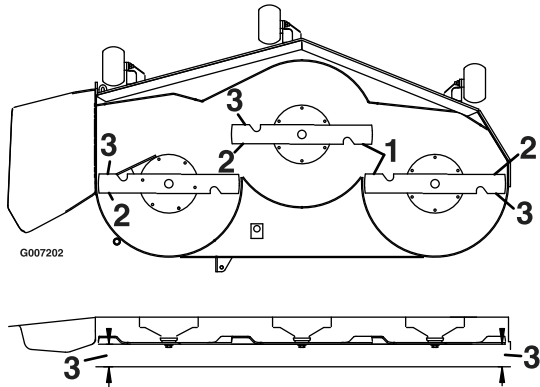

Figure 58
4. Mesurez la distance entre les tranchants extérieurs et le sol plat (Figure 58).